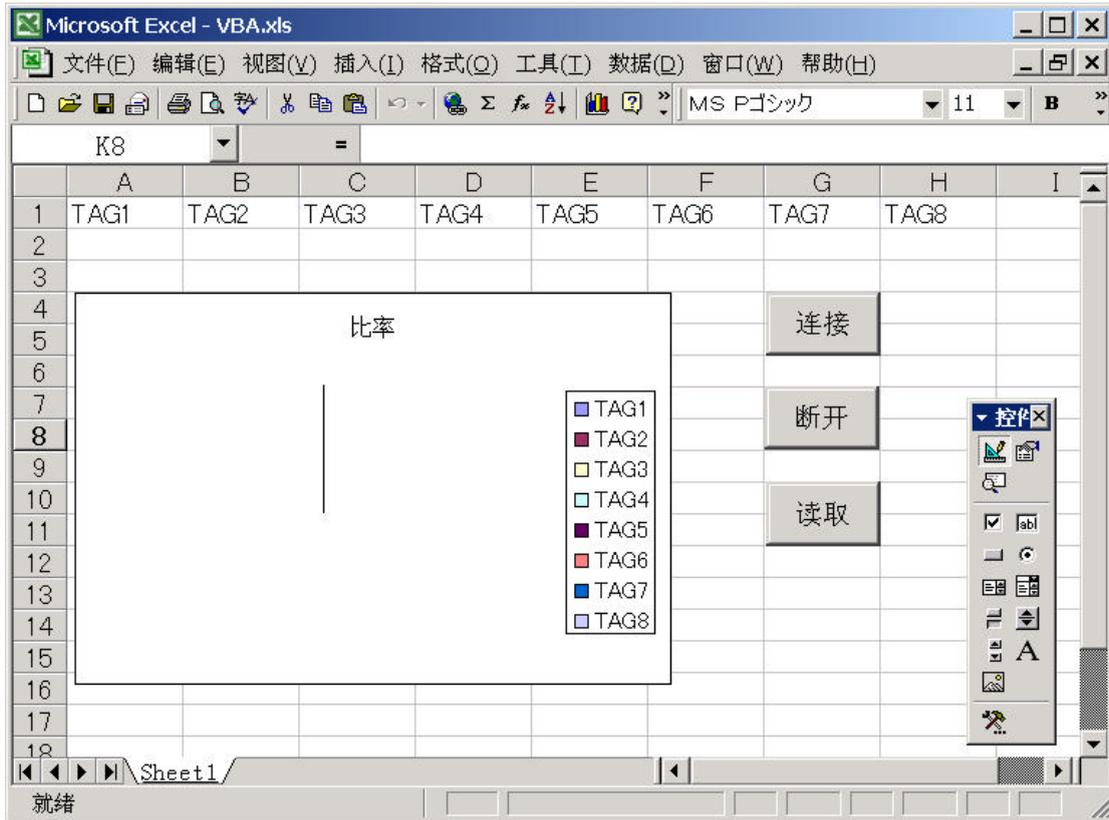
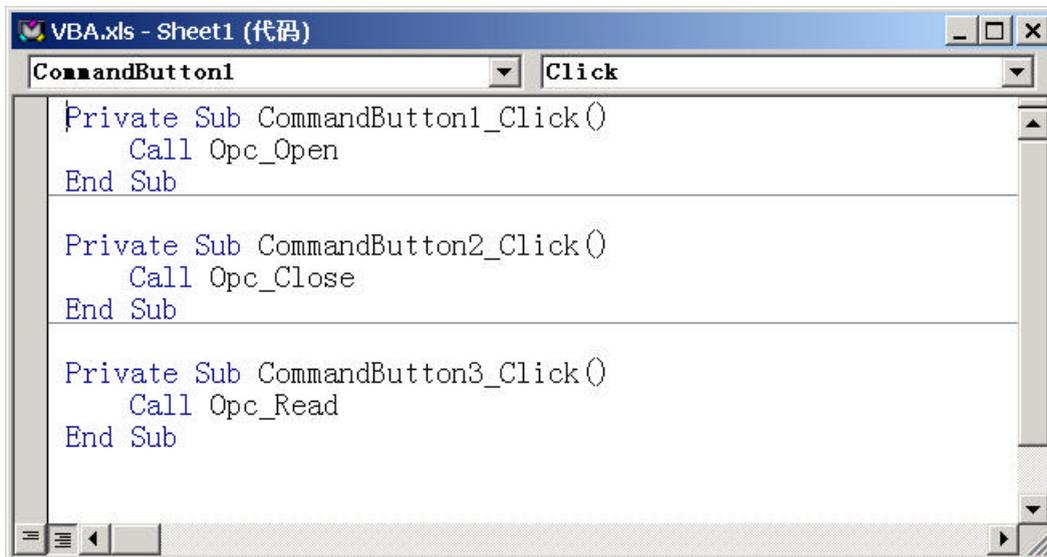

图 4-16 断开和读取命令按钮的配置
图 4-17 断开和读取的调用子程序过程
- 5) 用上述相同的方法，在工作表上配置[断开]命令按钮和[读取]命令按钮，并分别记述OPC_Close过程处理代码和OPC_Read过程处理代码(图4-16 ,图 4-17)。